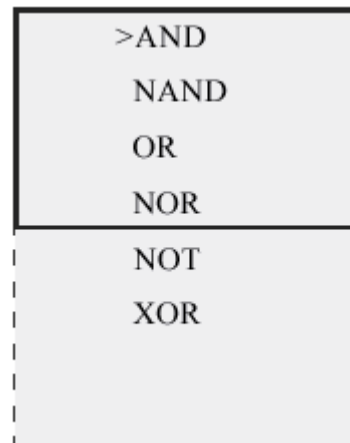

Fig. 4.6- Pantalla de selección de bloque defunción
El cuadro de Menú de edición de programa (Edit PRG menu) es tal como se muestra en la Fig. 4.6 y los bloques de función serán seleccionados bajo este menú.
3. Confirmado el bloque, se presentará la pantalla de selección de bloque como fue descrito en el punto 4.3.1.1, Fig. 4.6.